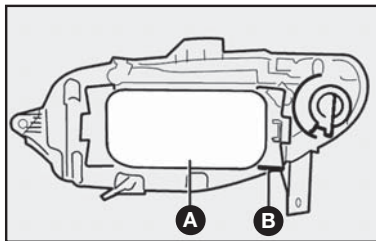
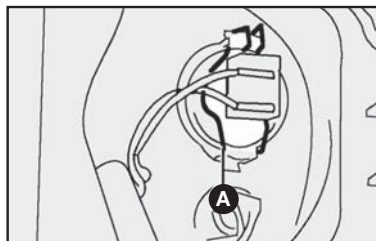

fig. 13
fig. 15
1) remover a tampa plástica A para ter acesso às lâmpadas deslocando a trava B-fig. 13;
3) retirar o porta-lâmpada pressionando as presilhas A-fig. 15 abrindo-as lateralmente;
6) reenganchar a presilha de fixação A-fig. 15 e reconectar a lâmpada, colocando por último a tampa plástica A-fig. 13.
- 1) remover a tampa plástica para ter acesso à lâmpada deslocando a trava **B-fig. 13**;